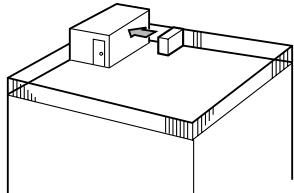

Fig. 2-3
- ① Richten Sie die Luaustrittsöffnung mit einem Abstand von etwa 50 cm auf die nächstgelegene Wand aus. (Fig. 2-3)